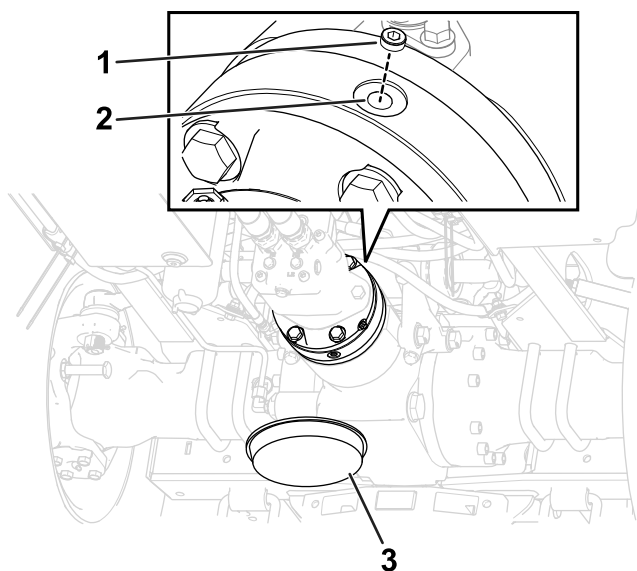

Bild 104
5. Entfernen Sie die Füllschraube oben am Bremsengehäuse (Bild 104).
7. Setzen Sie die Füllschraube in die Füllanschluss (Bild 104).